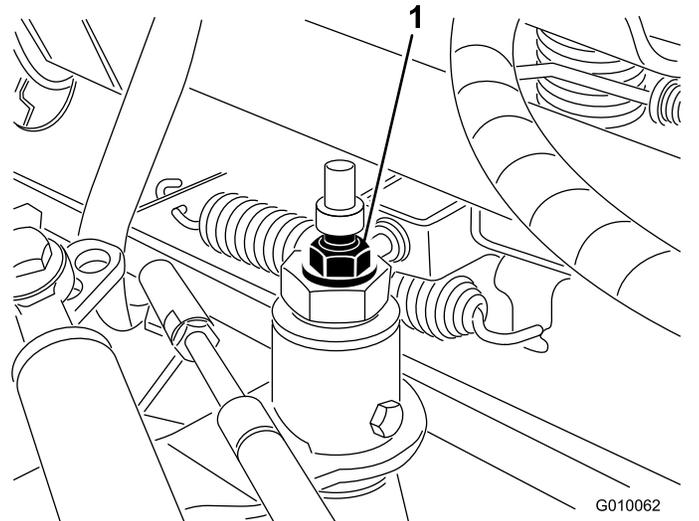

Bild 56
3. Lösen Sie die Sicherungsmutter an der Einstellnocke des Fahrtriebs (Bild 56).